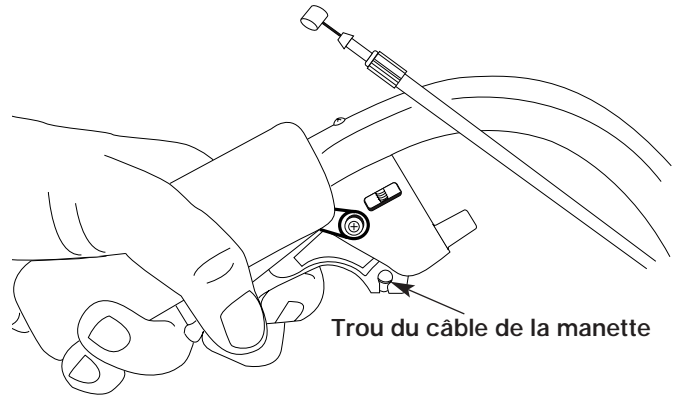

Figure 9
2. Appuyez sur la manette et repérez le trou du câble (Fig. 9).